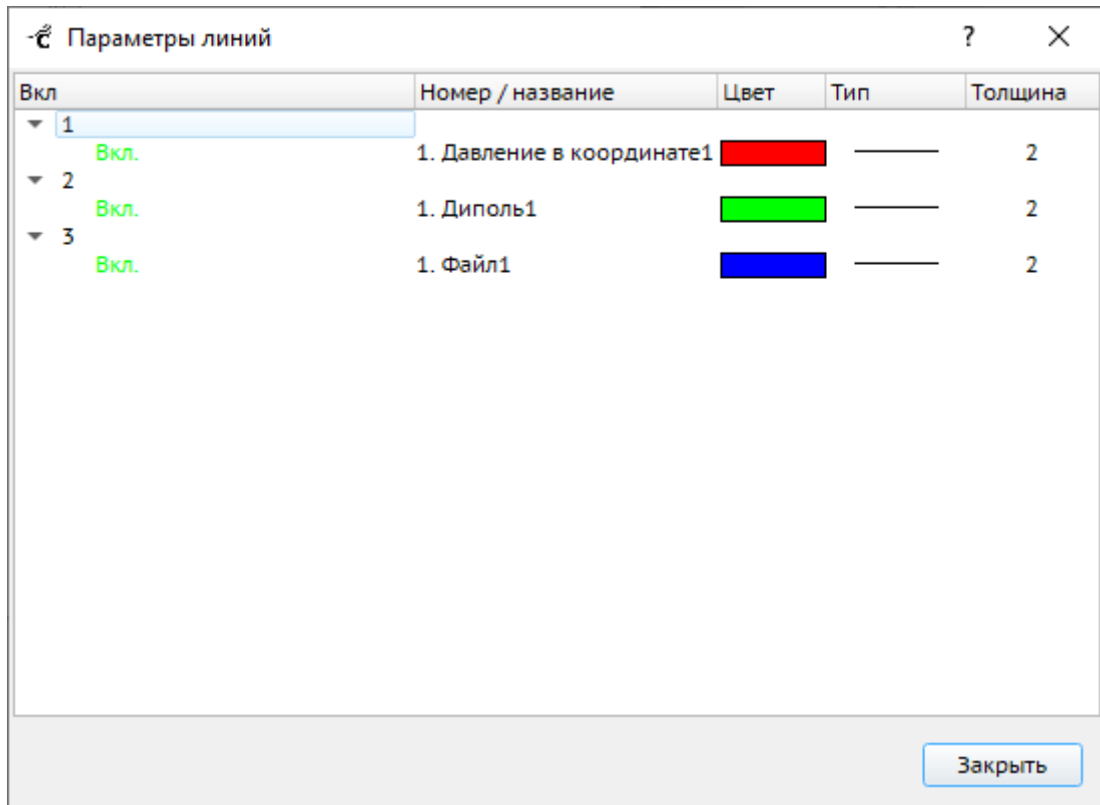

Рисунок 480 – Окно настройки параметров линий
–  – Параметры линий графиков – во всплывающем окне настраиваются видимость каждого графика, его название и вид его линии – цвет, тип и толщина) (Рисунок 480).